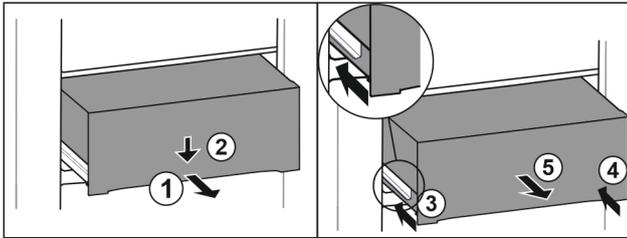

Fig. 112
- Estrarre il cassetto a metà. Fig. 112 (1)
- Premere il cassetto sul lato anteriore verso il basso. Fig. 112 (2)
- Spingere la guida sinistra di circa 2 cm verso l'interno. Fig. 112 (3)
- Spingere la guida destra di circa 2 cm verso l'interno. Fig. 112 (4)
- Rimuovere il cassetto tirandolo in avanti. Fig. 112 (5)